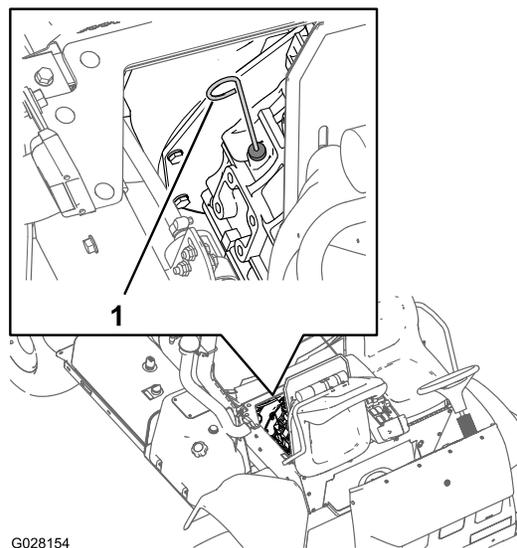

Figura 69
2. Togliete l'asta di livello, situata sotto il sedile passeggero, ed asciugatela con un panno pulito (Figura 69).
6. Rimuovete l'asta e controllate il livello dell'olio nel motore (Figura 69).
7. Aggiungete lentamente olio aggiuntivo specificato per portare il livello fino al segno FULL sull'asta di livello (Figura 69).